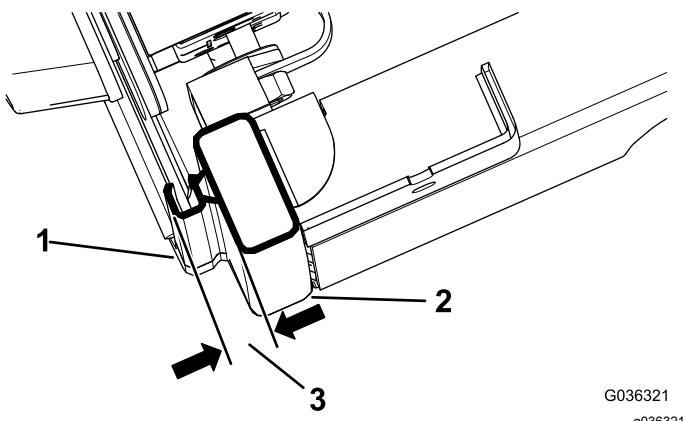

Figura 5
- Cierre la puerta por completo y mida la altura del sello tipo burbuja hasta la superficie sellante del raíl de la cabina y asegúrese de que la medida se encuentra entre 1,9 y 2,2 cm, tal y como se muestra en la Figura 5.